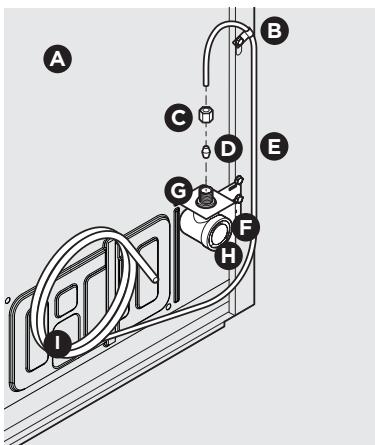

Figura 1
4. Si usa **tubería de cobre** - Deslice la tuerca de compresión de bronce y luego la argolla (manguito) en la línea de suministro de agua. Introduzca hasta el tope la línea de suministro de agua en la entrada de la válvula de agua ($1/4"$ /6.4 mm). Deslice la argolla (manguito) en la entrada de la válvula y apriete con los dedos la tuerca de compresión en la válvula. Dele otra media vuelta a la tuerca con una llave, NO apriete excesivamente. Véase la Figura 1.